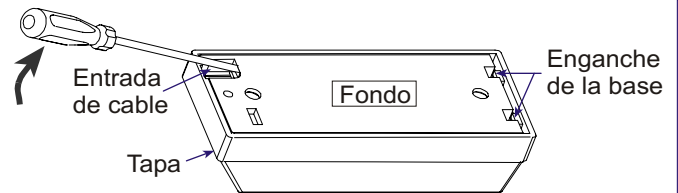

Figura 4. Separando la cubierta de la base
- Quite la cubierta de la unidad según las indicaciones de la figura 4.